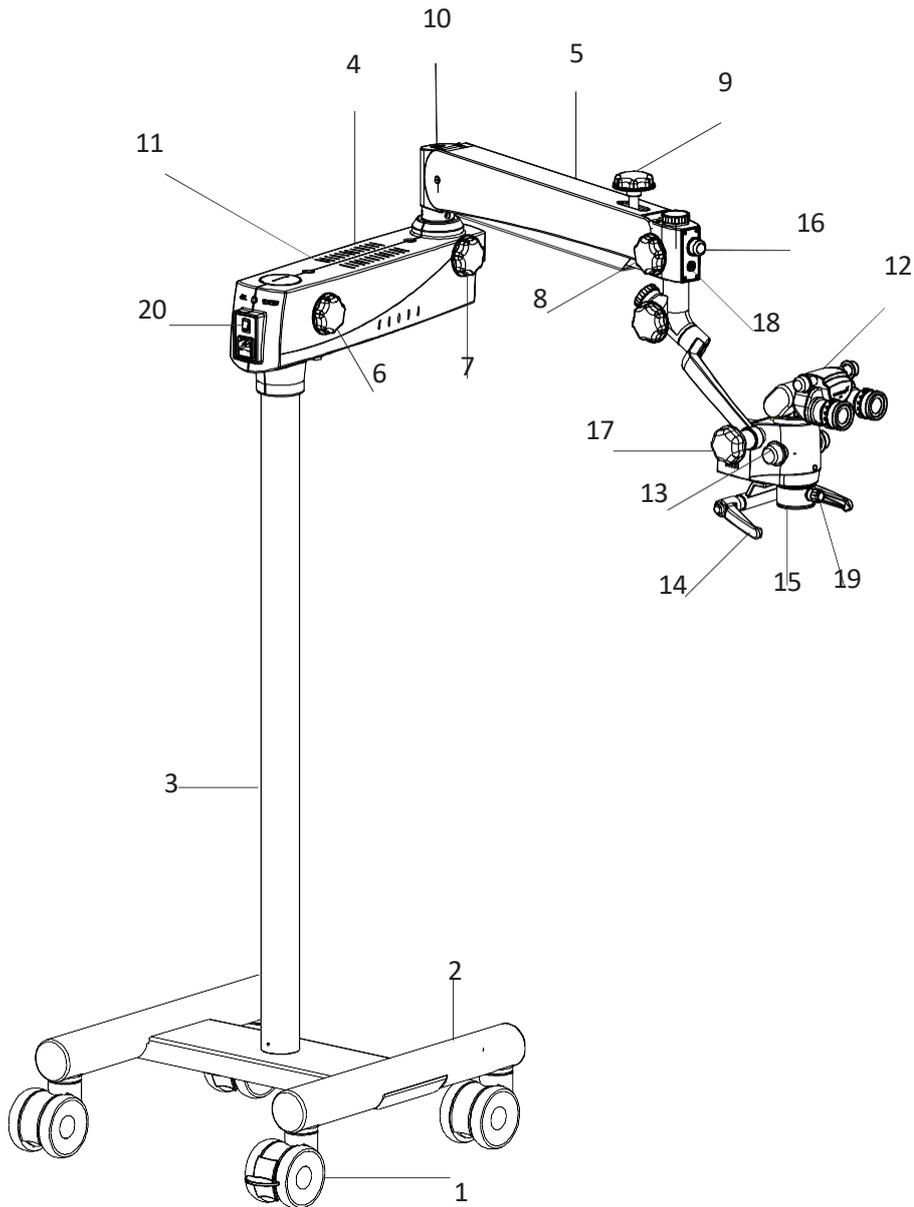

Fig. 1
7.1 Befestigen Sie die Basis, indem Sie die beiden Seiten (A) & (B) auf der Metallplatte (D) gemäß Abbildung 1 mit den mitgelieferten Innensechskantschrauben von unten an der Metallplatte festziehen.
7.2 Gemäß Abbildung 1.a wird die Basis durch Befestigen der Säule (C) am Schaft (E) installiert. Richten Sie die Säule durch Ausrichten der drei Gewindebohrungen auf dem Schaft aus.